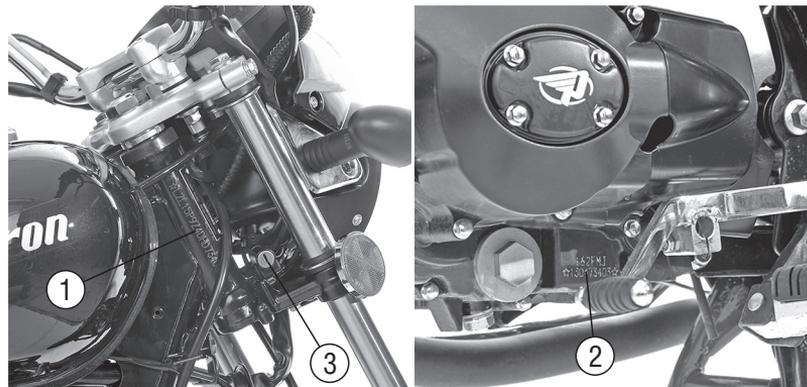

Рис. 1. Расположение номеров двигателя и рамы
2. Соответствие номеров рамы (рис. 1, поз. 1) и двигателя (рис. 1, поз. 2) на мотоцикле с занесенными в раздел 6 (информация об изделии) «Сервисной книжки». Идентификационный номер мотоцикла отштампован на правой стороне рулевой колонки; серийный номер двигателя отштампован на левой стороне нижней части картера двигателя.
Замок блокировки рулевого управления (рис.3. поз.1, рис. 1, поз. 3). Чтобы заблокировать рулевое управление, поверните руль до упора влево, вставьте ключ в замочную скважину, поверните ключ на 180 градусов по часовой стрелке и выньте его. Чтобы разблокировать рулевое управление, проделайте операцию в обратном порядке